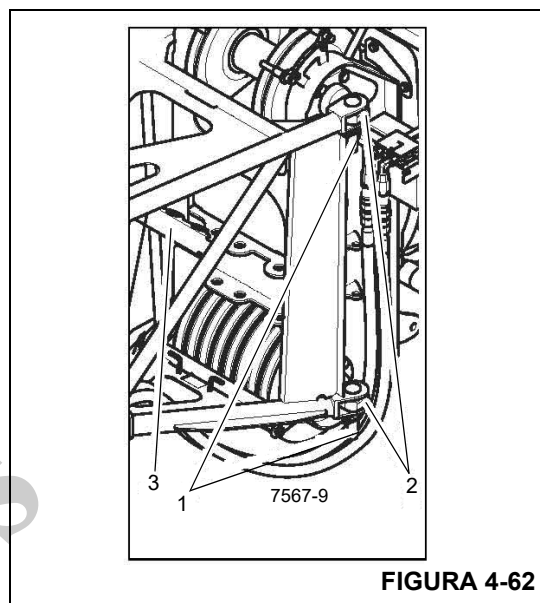

FIGURA 4-62
4. Remova os grampos de retenção dos pinos (1) (Figura 4-62) prendendo a extensão no lado esquerdo da extremidade da lança e remova os pinos dos olhais de conexão (2). Insira os pinos nos locais de armazenamento (3) e prenda com os grampos de retenção.